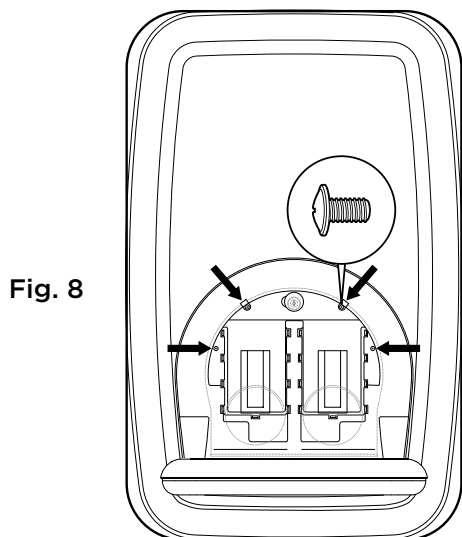

Fig. 8
- Utilisez le matériel fourni pour fixer le distributeur d'alaises au cadre métallique. **Fig. 8**